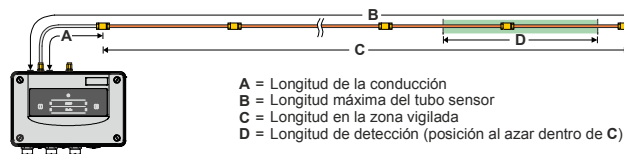

Fig. 3 Definición de las longitudes de la tubería
Longitud tubo sensor por canal de evaluación ① (Fig. 3 «B»)